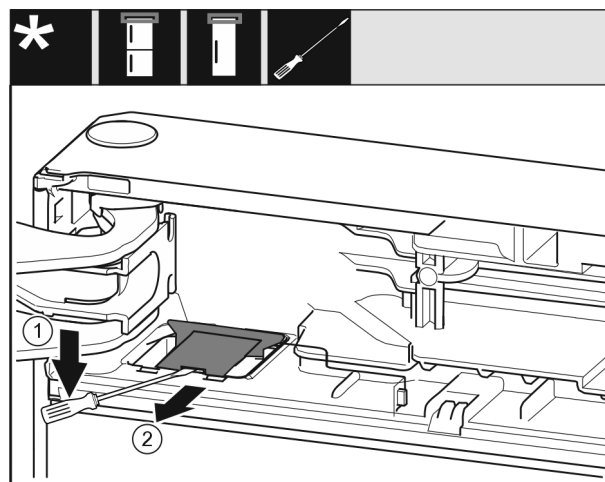

Fig. 10
► 使用带槽螺丝刀松开盖板 Fig. 10 (1)。
取出盖板 Fig. 10 (2)。